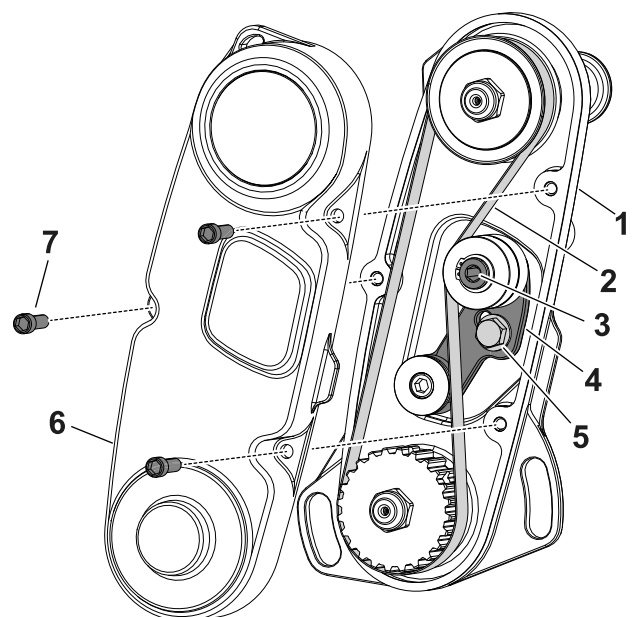

Bild 16
1. Entfernen Sie die Riemenabdeckung, um den Riemen freizulegen (Bild 16).
2. Lösen Sie die Schraube des Spannarms und drehen Sie den Spannarm (Bild 16), um die Spannung auf dem Riemen zu lösen.
3. Nehmen Sie den Riemen ab (Bild 16).
6. Bauen Sie den Riemen ein und spannen Sie den Riemen, indem Sie die Innensechskantschraube am Spannarm auf ein Drehmoment von 6 bis 7 N·m anziehen, wie in Bild 16 dargestellt.